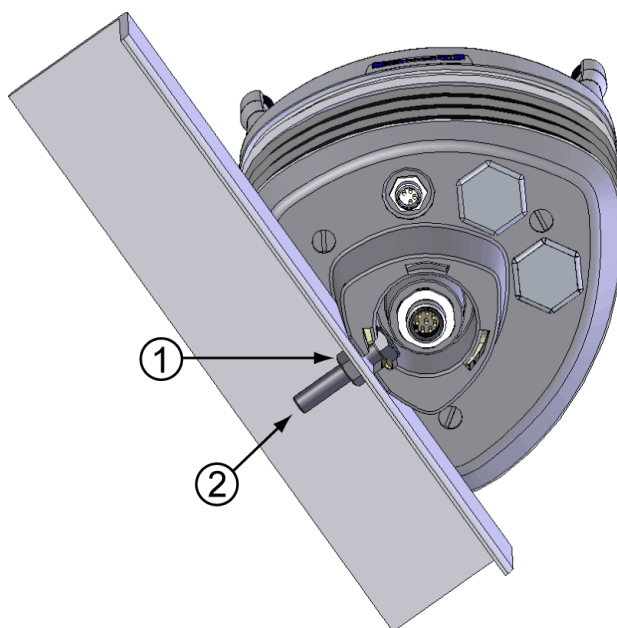
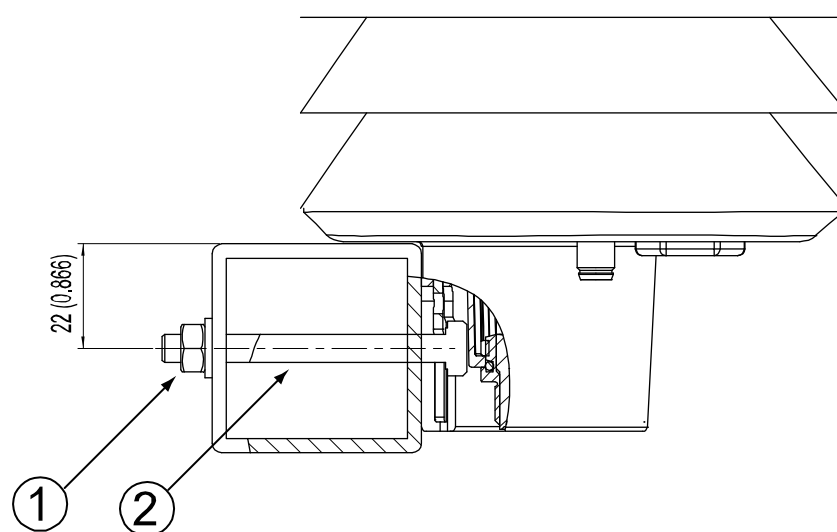

図 14 WXT520 をクロスアームに取り付け
図 15 クロスアーム取り付けボルトの配置
3. 取り付けボルト (M6 DIN933) とナットを用いて、図のようにトランスミッターをクロスアームに取り付けます。38ページの 図 14 と 図 15 を参照してください。